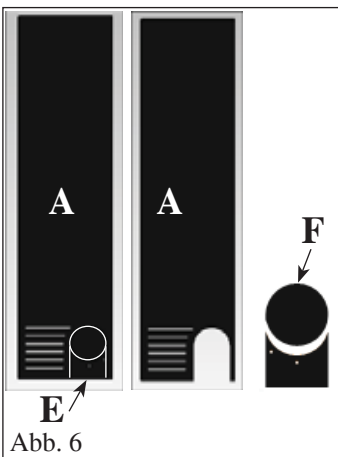
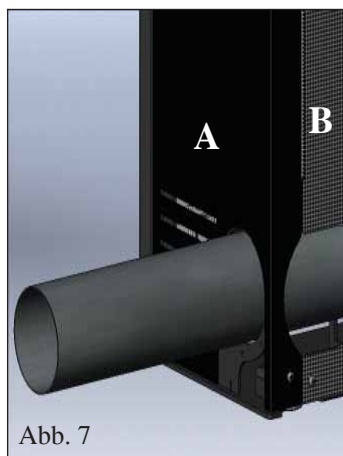
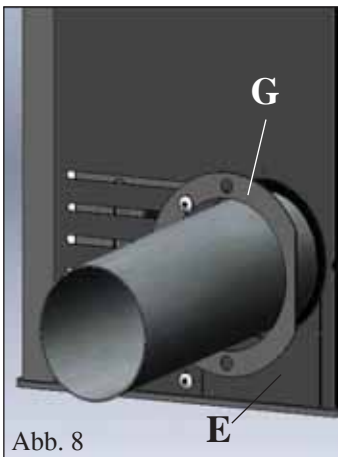

Abb. 6
Abb. 7
Abb. 8
Den vorgestanzten Einsatz entfernen (E - Abb. 6) von der zuvor abgeschraubten Metallseite (A), um ein Verlegen des (nicht im Lieferumfang enthaltenen) Rauchabzugs zu ermöglichen.
Vom Einsatz E (Abb. 6) den Teil entfernen F (Abb. 6). Metallverkleidung wieder anbringen A (Abb. 7), ebenso das Rückblech B (Abb. 7) und den Einsatz E ohne Teil F (Abb. 8).
Die im Lieferumfang enthaltene Verschlussrosette (Abb. 8), dazu die im Lieferumfang enthaltenen Schrauben verwenden.